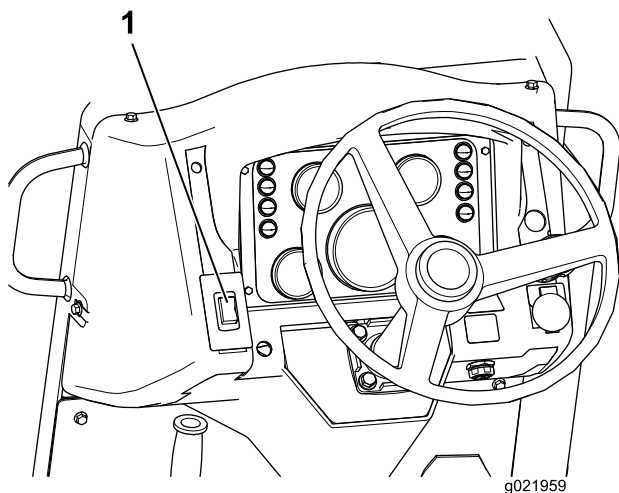

Рисунок 24
1. Нажмите переключатель стояночного тормоза (Рисунок 24) вверх, чтобы включить стояночный тормоз.